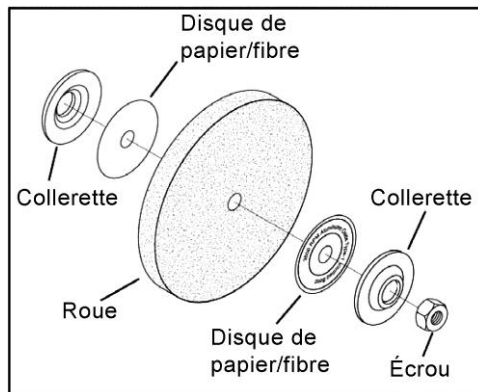

Fig. 11
5. Installez la nouvelle meule en inversant l'ordre des opérations ou en procédant de la façon décrite à la figure 11. Assurez-vous toujours qu'il y a des disques de papier ou de fibres entre les flasques de roue et la meule en tant que telle. Serrez l'écrou solidement, mais sans trop le serrer. Un serrage excessif peut fissurer la meule.